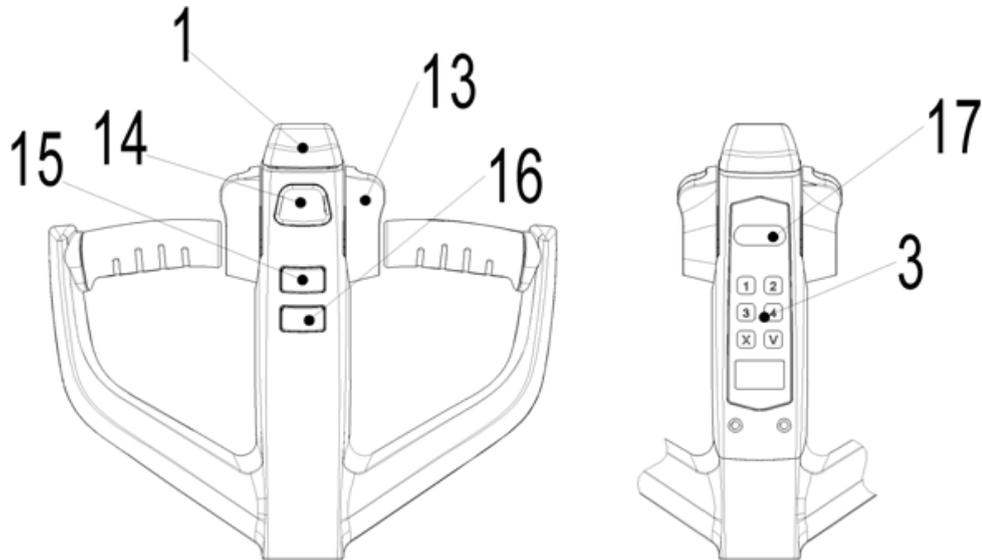
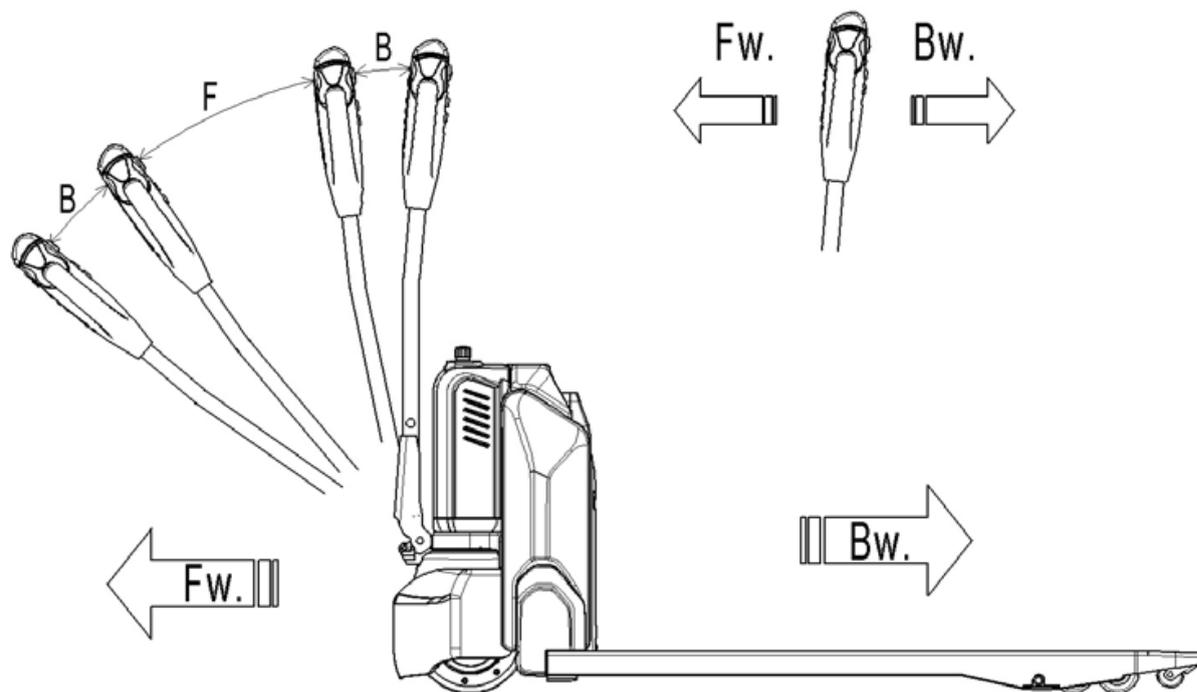

Рис.7: Рукоятка управления
Рис. 9: Направление движения
Удостоверьтесь, что груз находится на паллете, и ежедневная проверка проведена. Введите ПИН-код и подтвердите ввод нажатием клавиши «✓». Проверьте работу звукового сигнала нажатием на соответствующую клавишу (рис. 7, поз. 14)
Полностью опустите вилы разместите тележку под паллетом. Нажмите кнопку подъема (рис. 7, поз.15), до тех пор, пока не будет достигнута требуемая высота подъема.
Опускание груза производится путем нажатия клавиши (рис. 7, поз. 16). Полностью опустите вилы, убедитесь в отсутствии препятствий сзади и аккуратно отъезжайте от груза.
После ввода ПИН-кода переведите ручку в рабочее положение. ('F', рис.9)
Отклонить маховики управления в нужном направлении «вперед» 'Fw' или «назад» 'Bw' (рис. 9).
Нажмите на кнопку  (рис. 7, поз. 17) для перевода тележки в режим перемещения на малой скорости. Повторное нажатие на клавишу вернет тележку в стандартный режим. Нажмите и удерживайте клавишу в течение 2-х секунд для включения режима работы тележки с ручкой, расположенной в вертикальном положении в условиях узкого пространства.
- Переключение маховиков управления (рис. 7, поз. 13) обратно в начальное положение или освобождение маховиков активирует систему торможения. Тележка тормозит до полной остановки.
- При переключении маховиков управления (рис. 7, поз. 13) из положения «движение в одном направлении» в положение «движение в противоположном направлении», тележка постепенно тормозит, пока не начнет движение в
- Тележка тормозит, если ручку управления перевести в верхнее или нижнее положение к точкам торможения ('B', рис. 9). При отпуске ручка управления автоматически возвращается в верхнее положение к точке торможения ('B', рис. 9). Тележка будет тормозить, пока не остановится.
- Кнопка противоотката (рис. 7, поз. 1) защищает оператора от получения повреждений и травм. Если эта кнопка включена, тележка тормозит и/или начинает движение в противоположном направлении ('Bw', рис. 9) на небольшое расстояние и останавливается. Необходимо помнить, что эта кнопка действует, даже если тележка не едет, но ручка управления находится в рабочем положении.